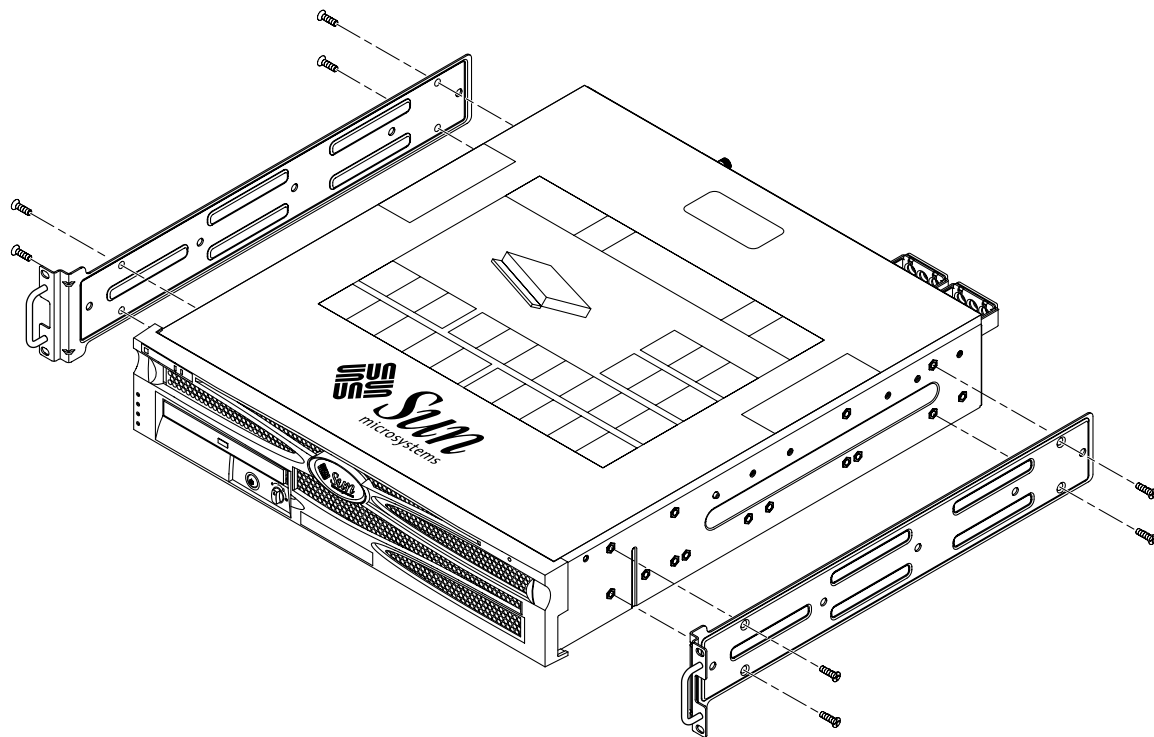

BILD 3-7 Skruva fast monteringsskenorna på servern
2. Använd åtta av de medföljande M5 × 8 mm flata stjärnskruvarna (fyra skruvar för varje monteringsskena) och skruva fast monteringsskenorna på serverns sidor (BILD 3-7).